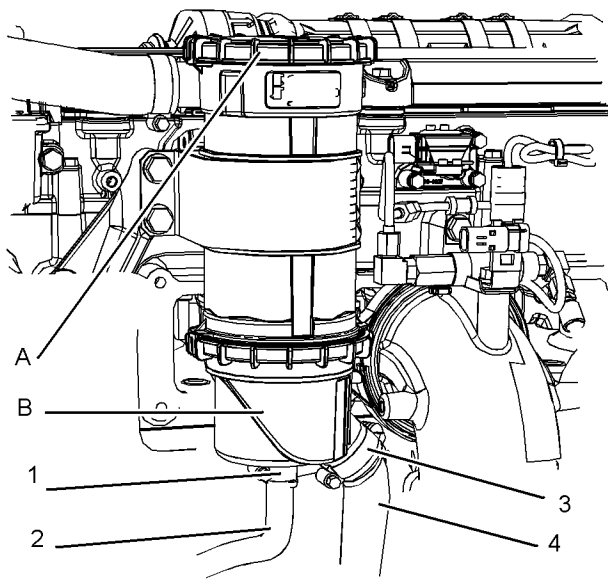

Abbildung 91
1. Die Schelle (1) lösen und den Schlauch (2) abnehmen. Die Schelle (3) lösen und den Schlauch (4) abnehmen. Siehe Abbildung 91 .
2. Die Kappe (B) vom Entlüftergehäuse (7) abnehmen. Nach Bedarf den O-Ring (8) abnehmen und entsorgen.
3. Den Filtereinsatz (6) vom Entlüftergehäuse abnehmen und entsorgen.
4. Nach Bedarf einen neuen O-Ring (8) anbringen.
5. Den Filtereinsatz (6) korrekt ausrichten und im Entlüftergehäuse anbringen.
6. Die Kappe (B) nur von Hand zudrehen.
7. Den Schlauch (4) anbringen und die Schelle (3) festziehen. Den Schlauch (2) anbringen und die Schelle (1) festziehen.